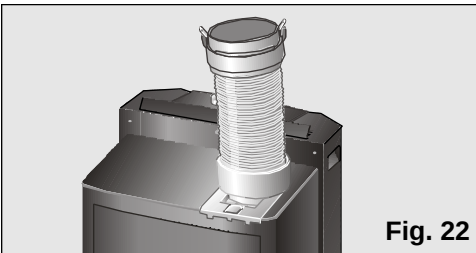

Fig. 22
- ☐ Verwijder de diffuser en zet de afvoerbuys van de lucht op de in **Fig 22** aangegeven positie.